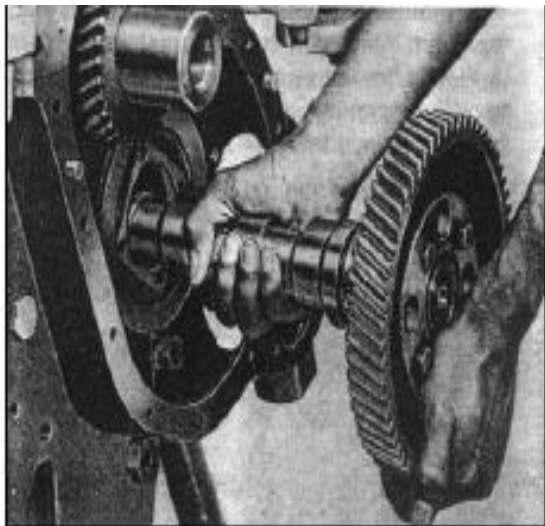

РИС. 96
- 11) Снимите распределительный вал с шестерней с двигателя (рис. 96). Там, где регулятор момента впрыска топлива вмонтирован в распределительный вал, следует сначала снять регулятор момента впрыска топлива, чтобы получить доступ к болтам,